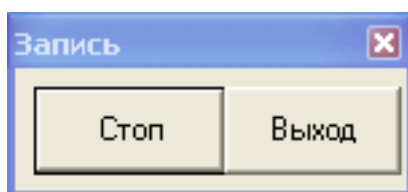

Рисунок 3
4.10 ПП представляют собой два ультразвуковых датчика (смотри рисунок 3 приложения Б) «Датчик 1», работающий в качестве излучателя ультразвуковых колебаний, и «Датчик 2», работающий в качестве приемника. ПП выполнены с преломляющими ультразвук пластмассовыми призмами, содержащими стандартные пьезоэлектрические преобразователи.
Имя файла должно отображать внутренний диаметр трубы и, если известно, примерный расход, например: D100_20_4, что означает внутренний диаметр 100 мм при расходе 20,4 м³/час. После нажатия кнопки «Сохранить», начинается запись сигнала (Рисунок 3).